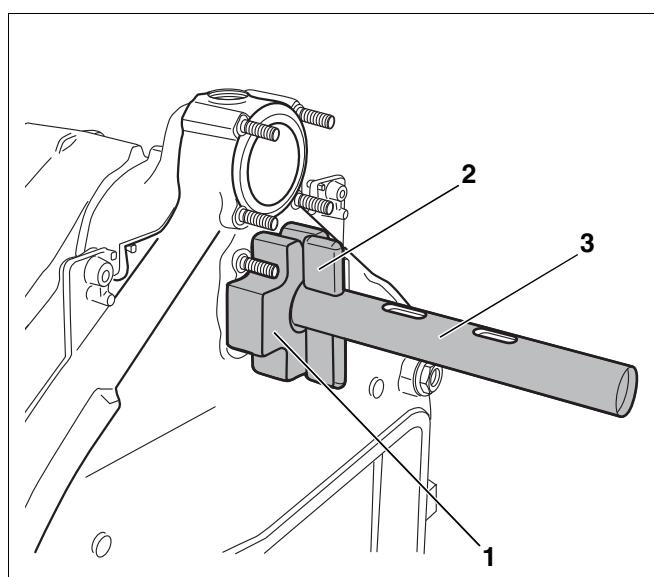

Рис. 15 Стяжной инструмент котла на задней секции
- На задней стороне котла надеть контрфланцы (рис. 15, поз. 1) на обе стягивающие штанги (рис. 15, поз. 3) и зафиксировать с помощью клина (рис. 15, поз. 2) или цилиндрического штифта (у стяжного инструмента 2.2).